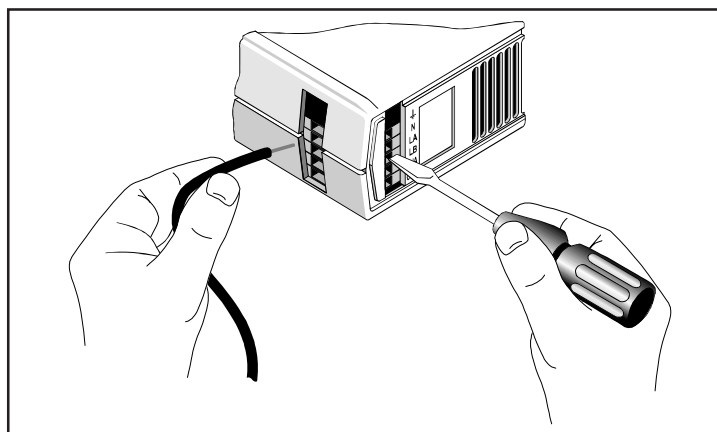

Abb.1-2: Anschluß der Leitungen an die Klemmen.
1. Hebeln Sie die Klemmabdeckung vorsichtig mit einen Schlitzschraubenzieher auf, um Zugang zu den Netzanschlußklemmen zu erhalten. (Abb. 1-2).
2. Stecken Sie die Spitze eines kleinen Schraubenziehers soweit wie möglich in die Aussparung der Anschlüsse so, daß sich die Klemme öffnet und Sie die Leitung herausziehen können (Abb. 1.2). Wir empfehlen die einzelnen Leitungen zu kennzeichnen, um den Wiederanschluß zu erleichtern.
3. Hebeln Sie die Klemmabdeckung vorsichtig mit einen Schlitzschraubenzieher auf, um Zugang zu den Netzanschlußklemmen zu erhalten. (Abb. 1-2).
Setzen Sie die Spitze eines kleinen Schraubenziehers soweit wie möglich in die Aussparung der Anschlüsse so, daß sich die Klemme öffnet und Sie die Leitung einführen können (Abb. 1.2). Nachdem Sie den Schraubenzieher wieder aus der Aussparung entfernt haben, überprüfen Sie bitte den sicheren Halt der Verbindung.